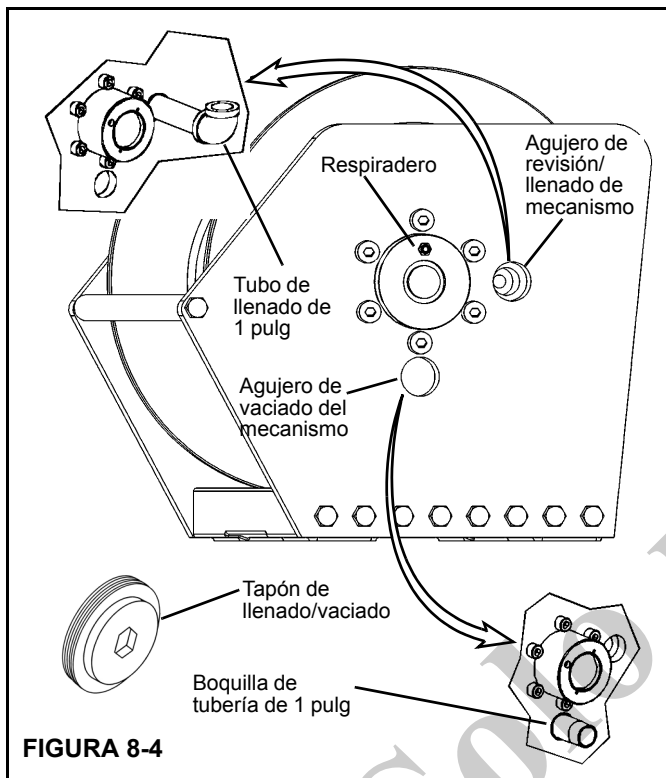

FIGURA 8-4
- Gire el tambor hasta que el tapón de llenado/vaciado de aceite esté a nivel con el agujero de inspección/llenado de aceite (Figura 8-4).
1. Gire el tambor hasta que el tapón de vaciado/llenado de aceite esté al mismo nivel que el agujero de vaciado (Figura 8-4).